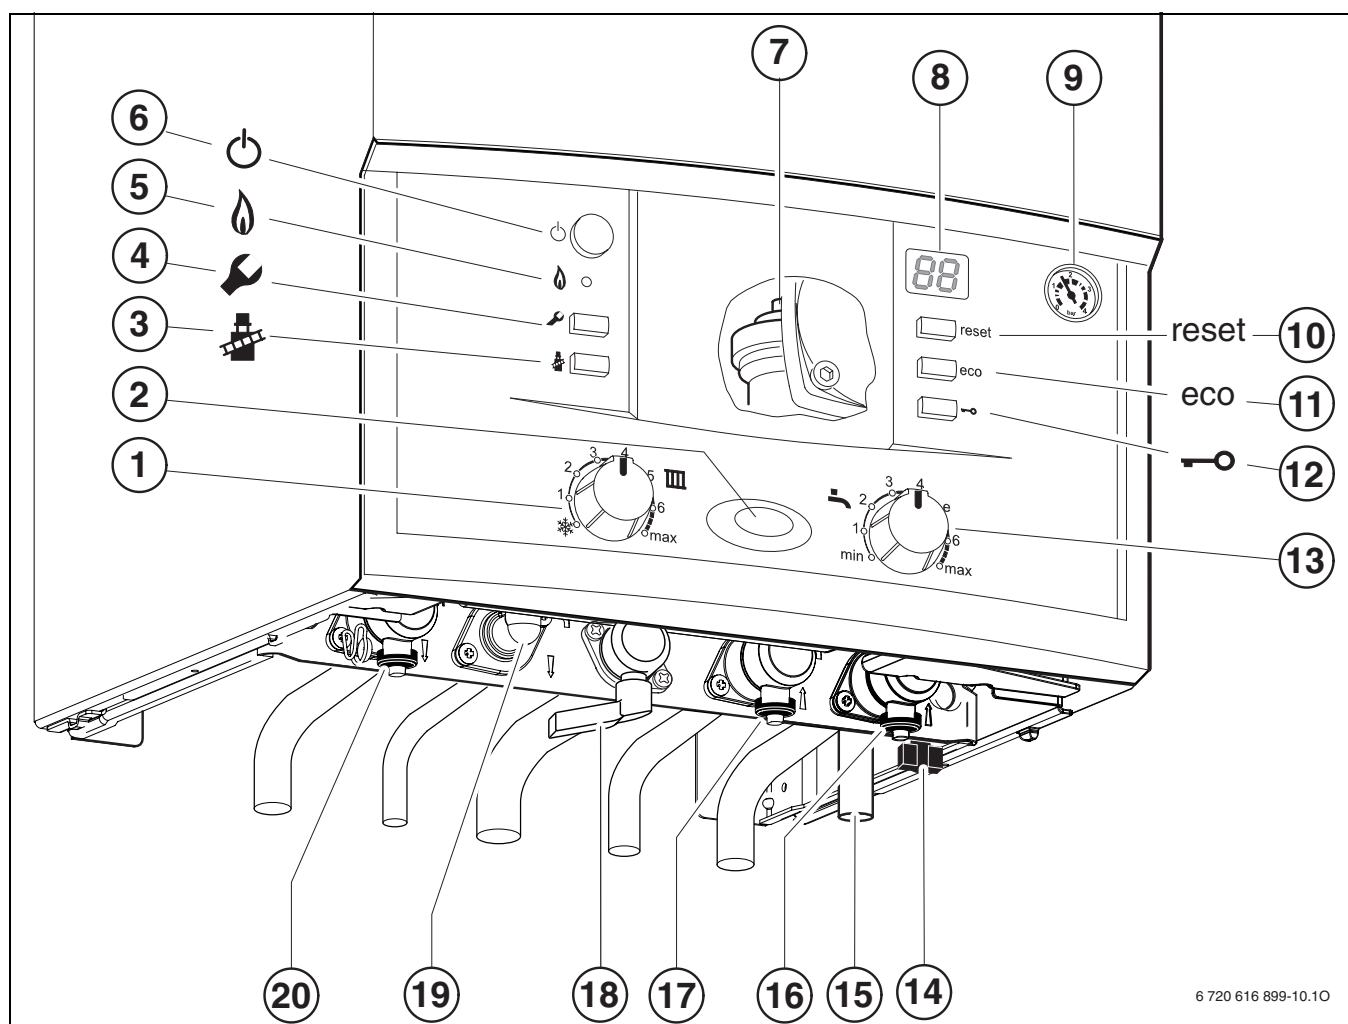

Fig. 29
- Ouvrir le robinet d'eau froide (→ fig 29, [17]).
- Ouvrir le robinet de départ du chauffage et le robinet de retour du chauffage (→ fig 29, [16] et [20]), remplir l'installation de chauffage à une pression comprise entre 1 et 2 bars et fermer le robinet de remplissage.
- Ouvrir le robinet de gaz (→ fig 29, [18]).
- Ouvrir le purgeur automatique (→ fig. 29, [7], page 40).